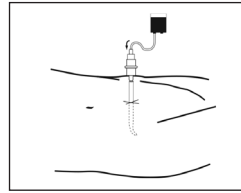

Figure 5
- 14. Run solution into peritoneal cavity. Gently manipulate patient as required to insure proper intermixing of fluid. Suggested time to allow for intermixing is 10 minutes (refer to Figure 5).
14. Faire couler la solution dans la cavité péritonéale. Manipuler le patient délicatement selon les besoins pour assurer un brassage adéquat du liquide. Le délai suggéré pour permettre un brassage adéquat est de 10 minutes (se référer à la Figure 5).